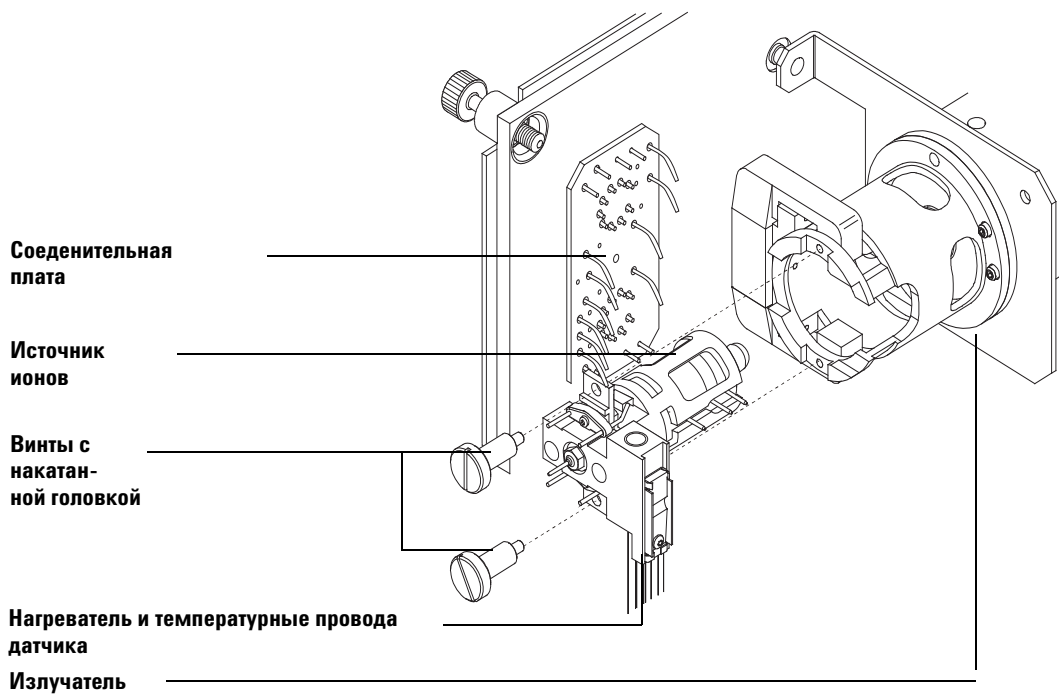

Рис. 20 Удаление ионного источника
- 3 Отсоедините провода от ионного источника. Не сгибайте провода больше, чем необходимо (**Рис. 20** и **Таблица 15**).
- 4 Проследите провода для нагревателя ионного источника и датчика температуры до проходной платы. Отсоедините их там (Рис. 20).